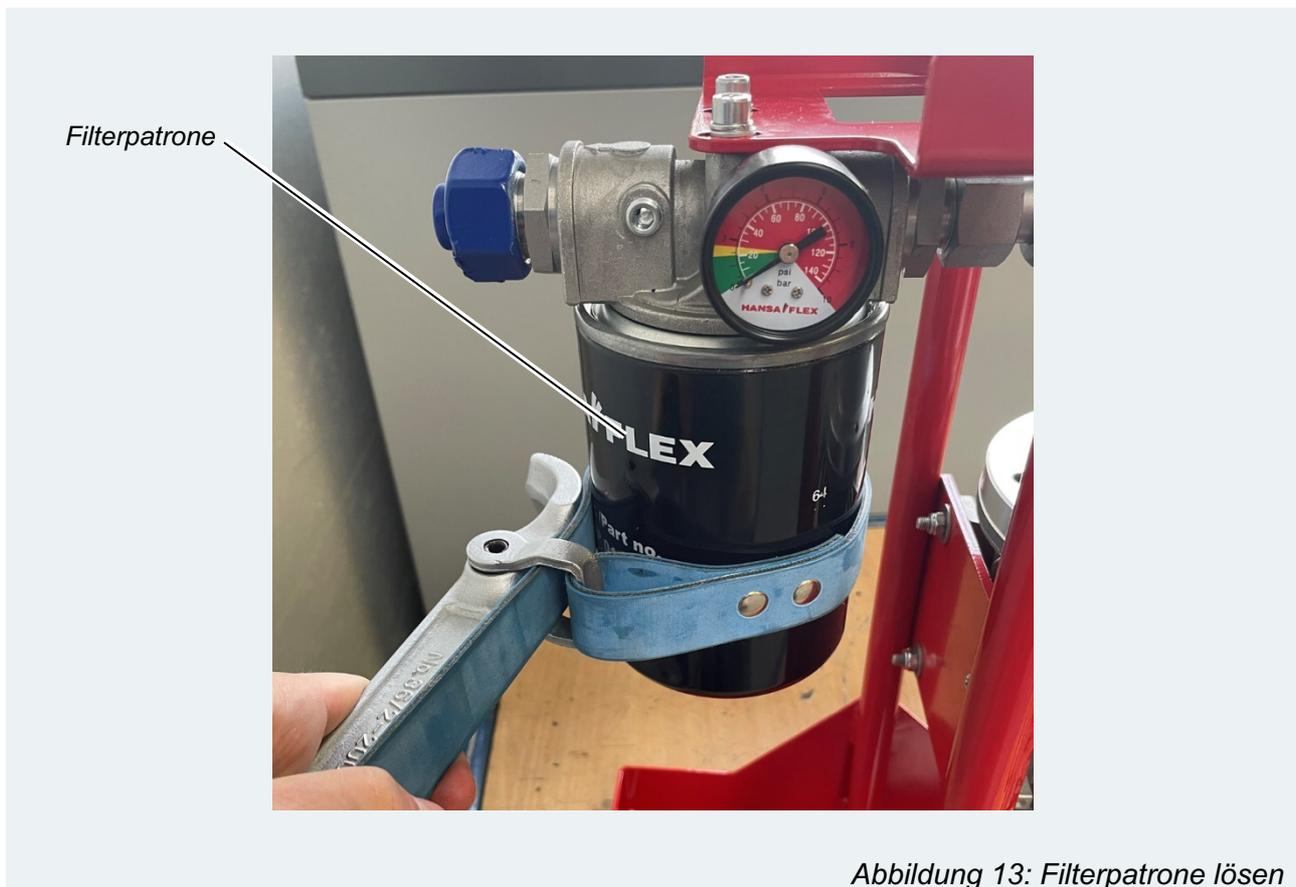

Abbildung 13: Filterpatrone lösen
- ⇒ Die Filterpatrone von Hand oder mit einem geeigneten Werkzeug (z. B. einem Bandschlüssel) lösen und abschrauben (siehe Abbildung 13).